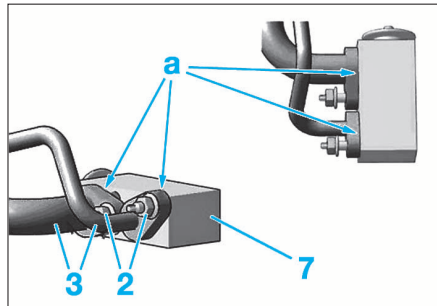

FIG. 37
- Les brides (A) (Fig.37), doivent être parfaitement en appui contre l'interface (7).